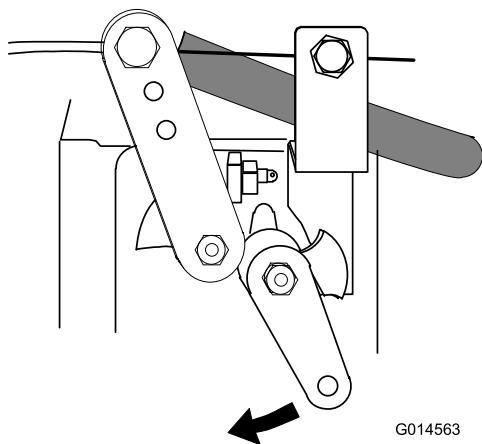

Figura 28
3. Girate la chiave di accensione in posizione di SPEGNIMENTO (0).
Se il motore non si spegne quando la chiave di accensione è girata in posizione di SPEGNIMENTO (0), spostate in avanti la leva di arresto del motore (Figura 28).